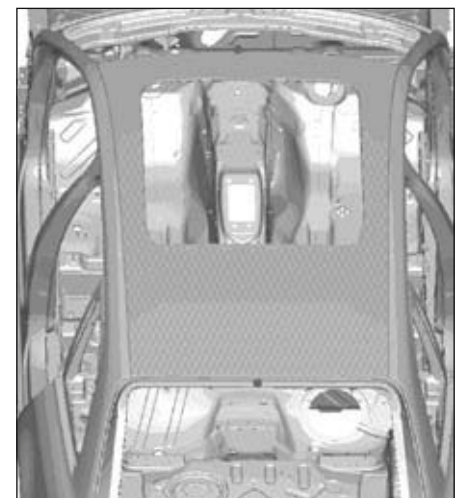

FIG.84
- Ajuster le pavillon et le fixer avec des vis à tôle (Fig.84).